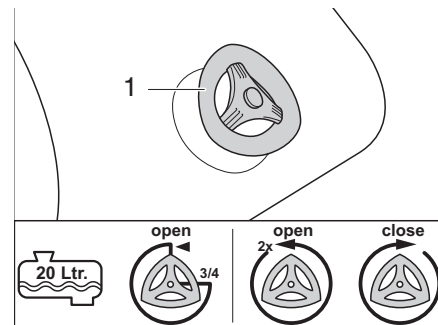

Fig. 337 Robinet de vidange
- 1/2 rempli ou moins : tourner le robinet de vidange (Fig. 337,1) de 3/4 de tour dans le sens inverse des aiguilles d'une montre. L'eau s'écoule.
- 3/4 rempli et plus : tourner le robinet de vidange (Fig. 337,1) de 2 tours dans le sens inverse des aiguilles d'une montre. L'eau s'écoule.
- Fermer le robinet de vidange (Fig. 337,1) dans le sens des aiguilles d'une montre.